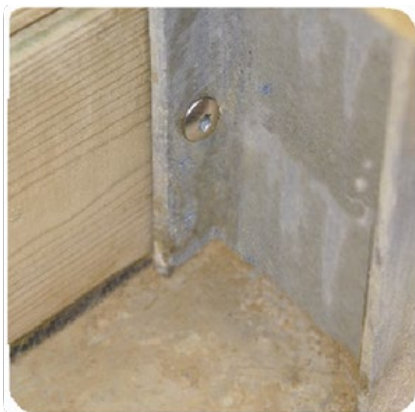

Abbildung 9 – Verkantung der Bohlen auf den Streben
- auf den 4 Streben (diese sind vorgebohrt, wie in *Abbildung 9*) gezeigt) mit 36 Torx-Gewindeschrauben 6 × 30 aus A2-Edelstahl (Beutel D).